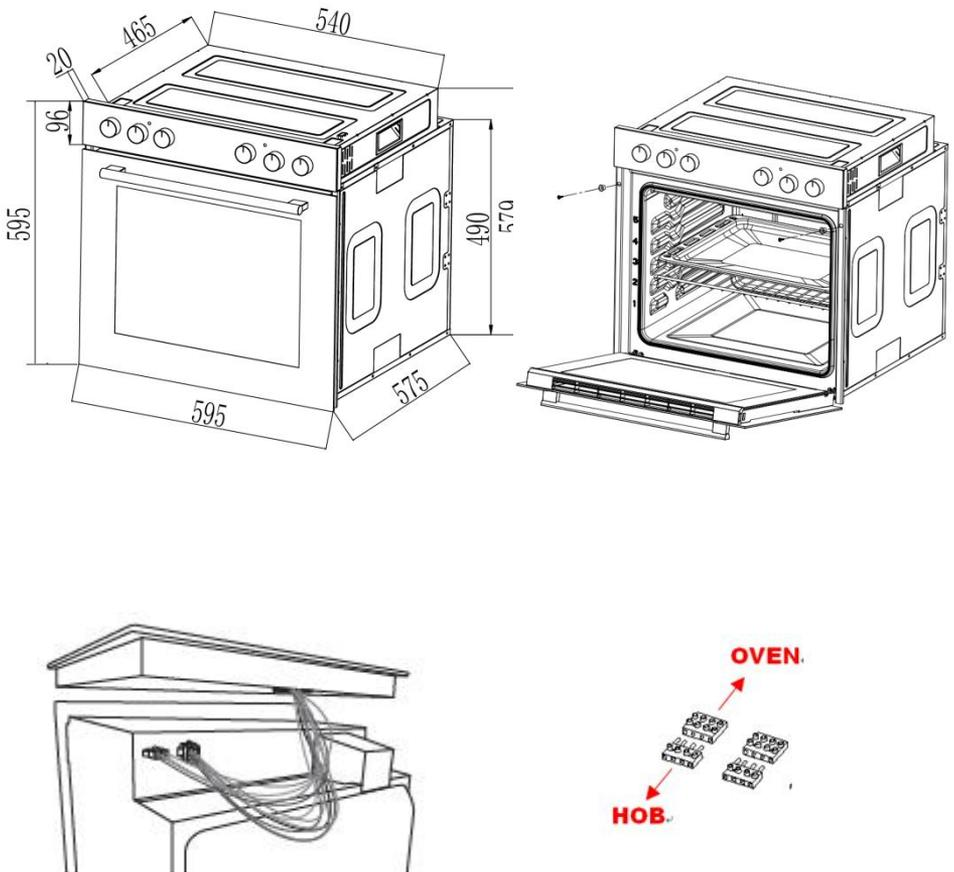

figura 3
2. Installazione del forno: (come mostrato nella figura 3)